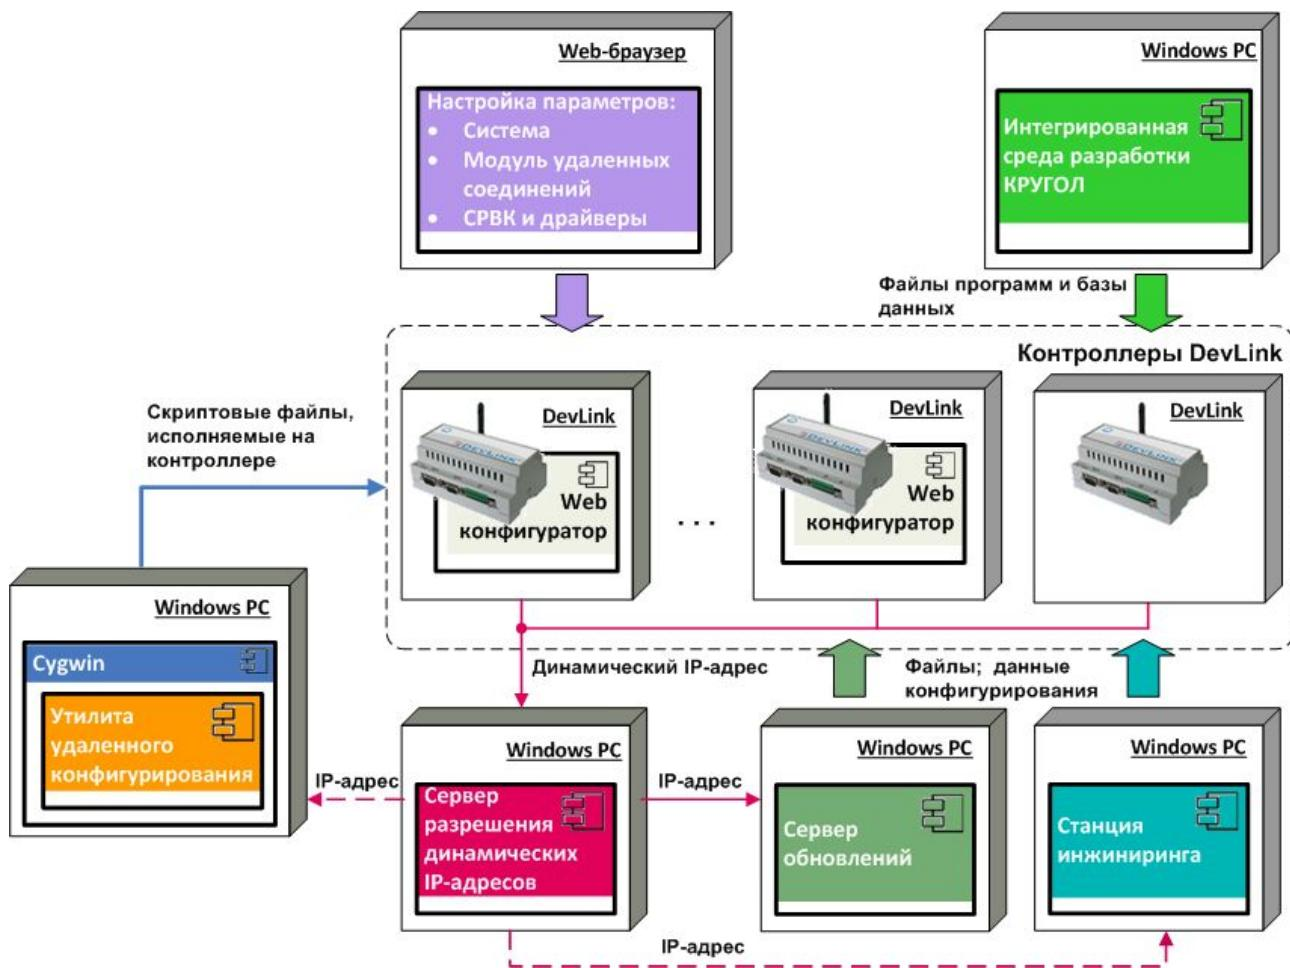

Рисунок 3.1.1 – Компоненты прикладного ПО контроллера DevLink
**Прикладное программное обеспечение** предназначено для выполнения задач конфигурирования, обновления программного обеспечения и программирования контроллера (рисунок 3.1.1):